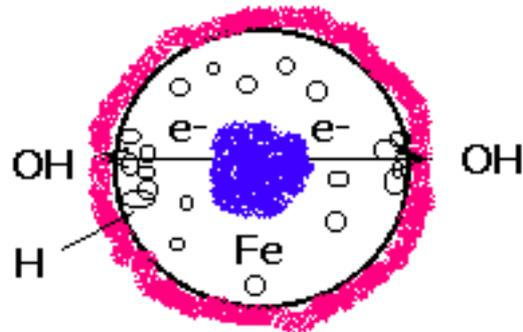

Figura 3: Corrosión de una chapa de acero al carbono
1. El dibujo del experimento se muestra en la figura 3.